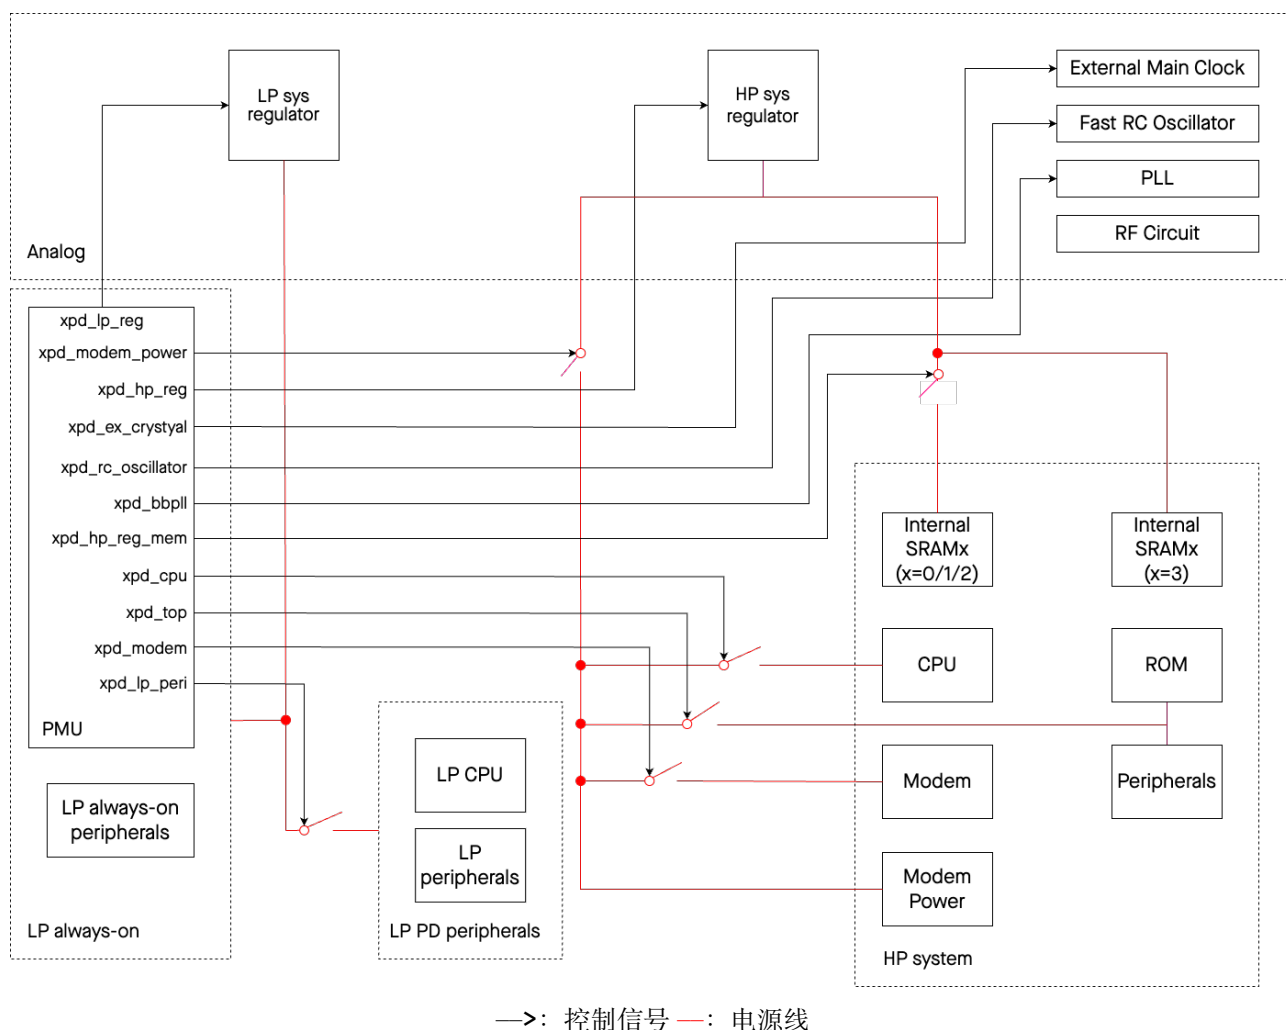

图 13.4-1. ESP32-C5 电源结构
如图 13.4-1 所示，ESP32-C5 的模拟部分包含 2 个调压器，负责调节不同电源域的供电：
- Internal SRAMx：细分了 4 个子电源域，如图 13.4-1 所示，SRAM0/1/2 每个都有独立的开关控制供电，SRAM3 与调压器直接连接，无开关控制上下电。